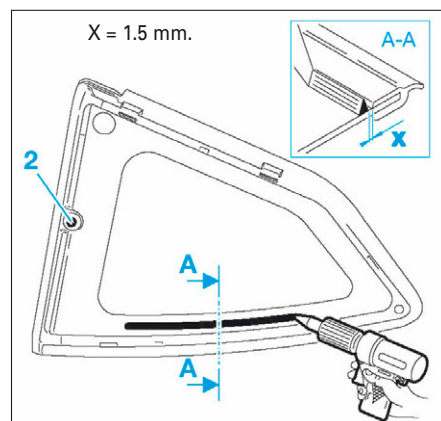

FIG. 62
- Appliquer un cordon de colle sur la custode comme illustré (Fig.62).
- Poser la vitre de custode, le pion (2) dans le trou (b).